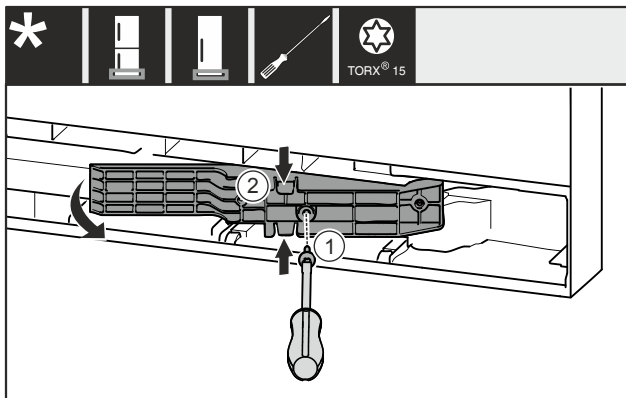

Fig. 19*
- ▶ Távolítsa el a csavart Fig. 19 (1)*
- ▶ Finoman nyomja össze az illesztődarabot Fig. 19 (2) alul és felül, és húzza ki.*